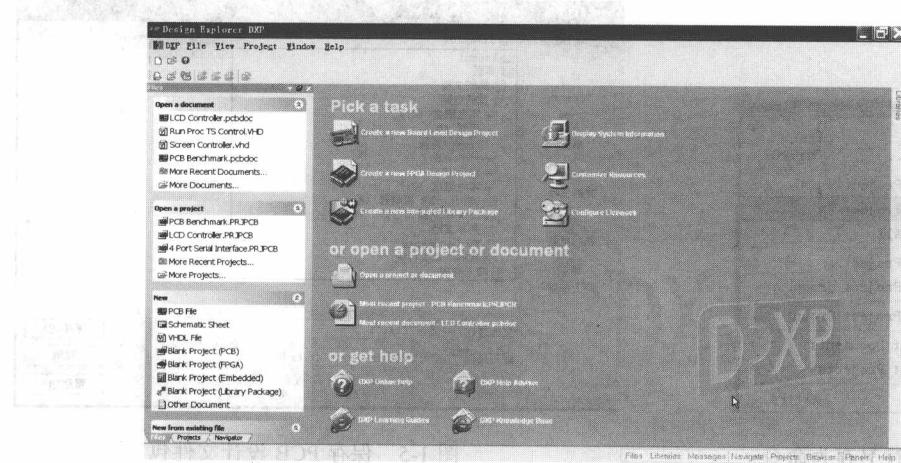

图 1-1 Protel DXP 工作窗口
1. 启动 Protel DXP，执行“开始\所有程序\Protel DXP”命令，会进入如图 1-1 所示的工作窗口。